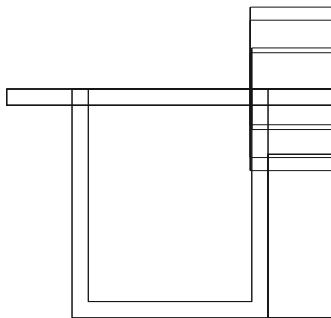

图 12-2-11
STEP 03 把视图转到左视图中，对两个矩形进行拉伸成为筋板的三维实体，如图 12-2-11 所示。
// 直接回车结束命令，如图 12-2-11 所示